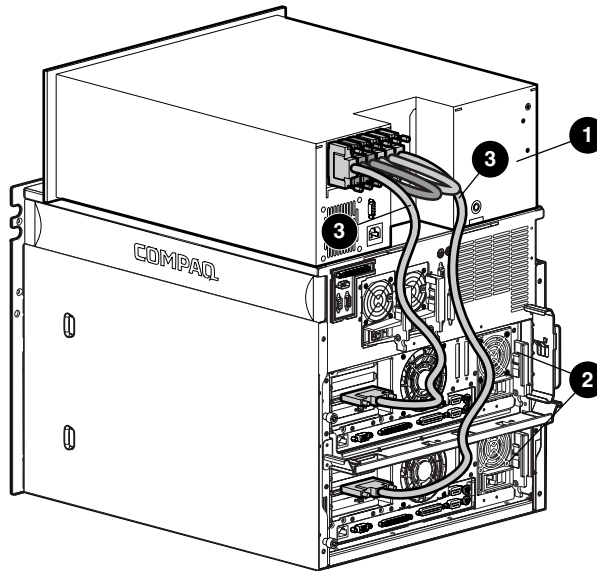

Figure 2. Branchement des câbles sur les serveurs
3. Branchez les câbles sur chaque nœud de serveur comme indiqué sur la Figure 2.
1. Branchez les câbles sur les contrôleurs double canal Wide-Ultra SCSI-3 64 bits Compaq, déjà en place. (Voir l'exemple sur la Figure 2).
REMARQUE : votre configuration actuelle peut être légèrement différente de celle présentée sur la figure 2.